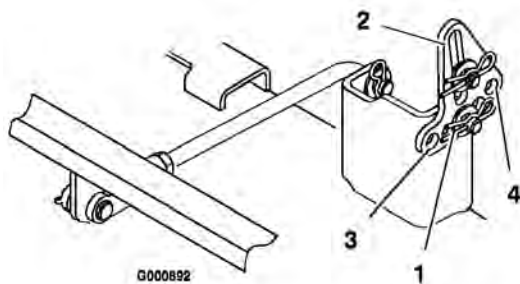

Bild 46
5. Entfernen Sie den Splint und die Scheibe von der Nivellierhalterung (Bild 46). Bringen Sie zum Nivellieren der(s) Schnittmesser(s) die Nivellierhalterung(en) in einem anderen Loch an und setzen Sie die Scheibe und den Splint wieder ein. (Bild 46). Durch ein vorderes Loch wird die Schnittmesserhöhe gesenkt und durch ein hinteres Loch angehoben. Stellen Sie beide Seiten bei Bedarf ein.